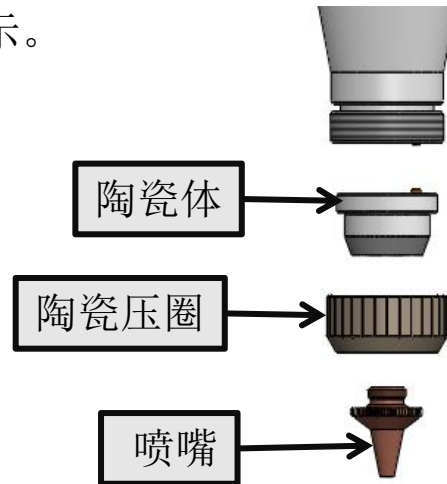

图5.6
- ① 切割工作时应使用干燥、纯净的辅助气体。气体中含水、油等杂质时工作间隙会发生突变，甚至造成传感器工作失常。建议使用高纯氧气，同时配置气体干燥器、油水分离器等装置。
- ② 传感器污损后要予以清洁。要用干净、干燥的棉布等清洁，不要用液体清洗切割头及陶瓷，清洁后要正确连接装配。
- ③ 陶瓷体损坏后可以更换。更换后要与放大器一起通过复位操作对电气系统进行初始化。
- ④ 切割嘴的形状、尺寸都直接影响传感器的特性。因此必须使用规定的切割嘴。
- ① 逆时针旋转拆下喷嘴，如图5.6所示。
- ② 逆时针旋下陶瓷压圈，如图5.6所示。
- ③ 竖直向下取出陶瓷，如图5.6所示。